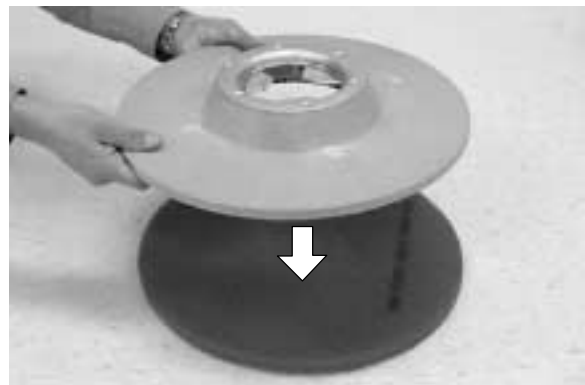

BILD. 6
2. Installera rondeller mitt på driften och knacka fast den (Bild 6).